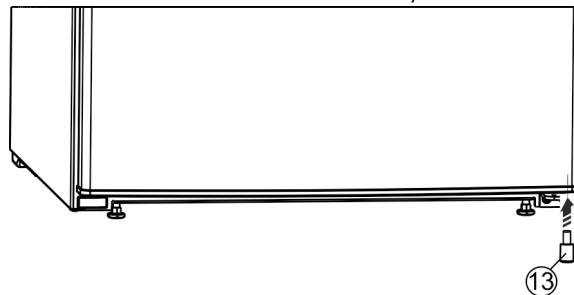

Fig. 26 *
- ▶ Element dystansowy Fig. 26 (13) włożyć ponownie do drzwi na dole po prawej stronie, ponieważ jest on istotny dla zachowania stabilności urządzenia.*